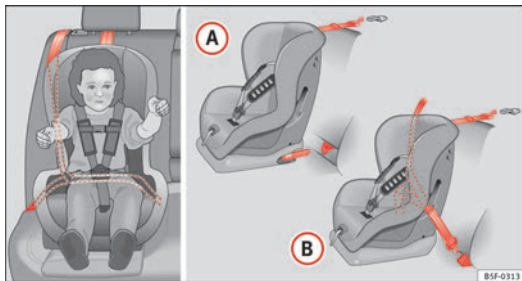

Fig. 33 En los asientos traseros: posibles montajes del asiento para niños.
La ilustración ⇒ fig. 33 (A) muestra la fijación básica del sistema de retención para niños con las anillas de sujeción inferiores y el cinturón de sujeción superior. La ilustración ⇒ fig. 33 (B) muestra la fijación del sistema de retención para niños con el cinturón de seguridad del vehículo.